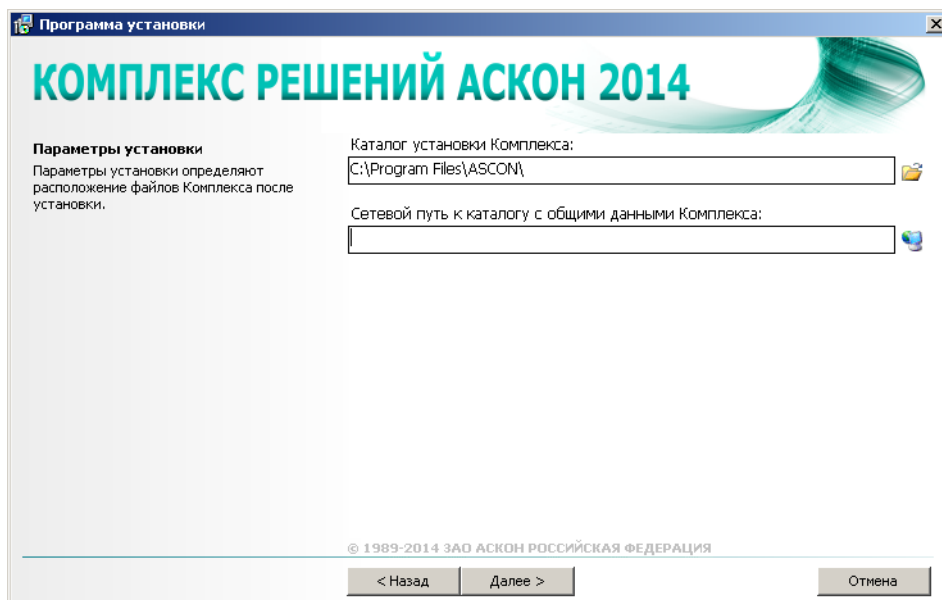

Рис. 3.11.
- ▼ на этапе выбора каталога установки укажите сетевой путь к уже **имеющемуся** каталогу с общими данными *Комплекса* (рис. 3.11).